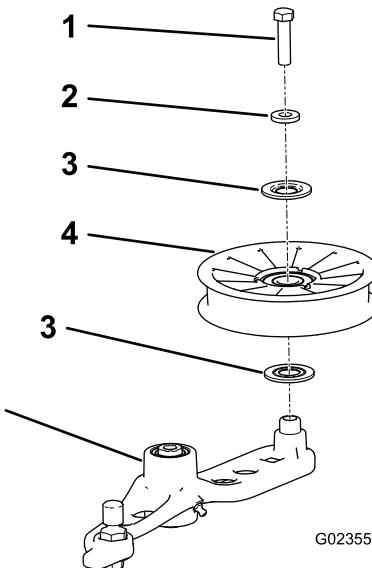

Figura 58
- Retire o parafuso que fixa a antiga polia tensora ao braço tensor e instale uma nova polia (Figura 58).